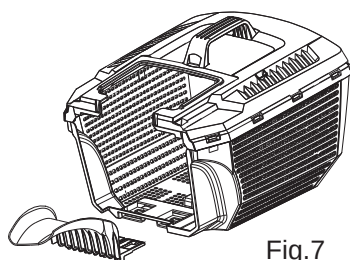

Fig.7
- > Placer l'insert dans le collecteur d'herbe, en vous assurant qu'il est correctement installés (fig. 7).